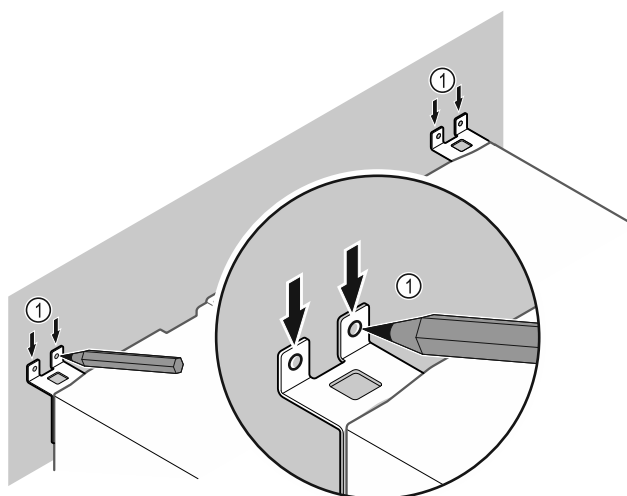

Fig. 13
- ▶ Anbring markeringerne på væggen Fig. 13 (1).